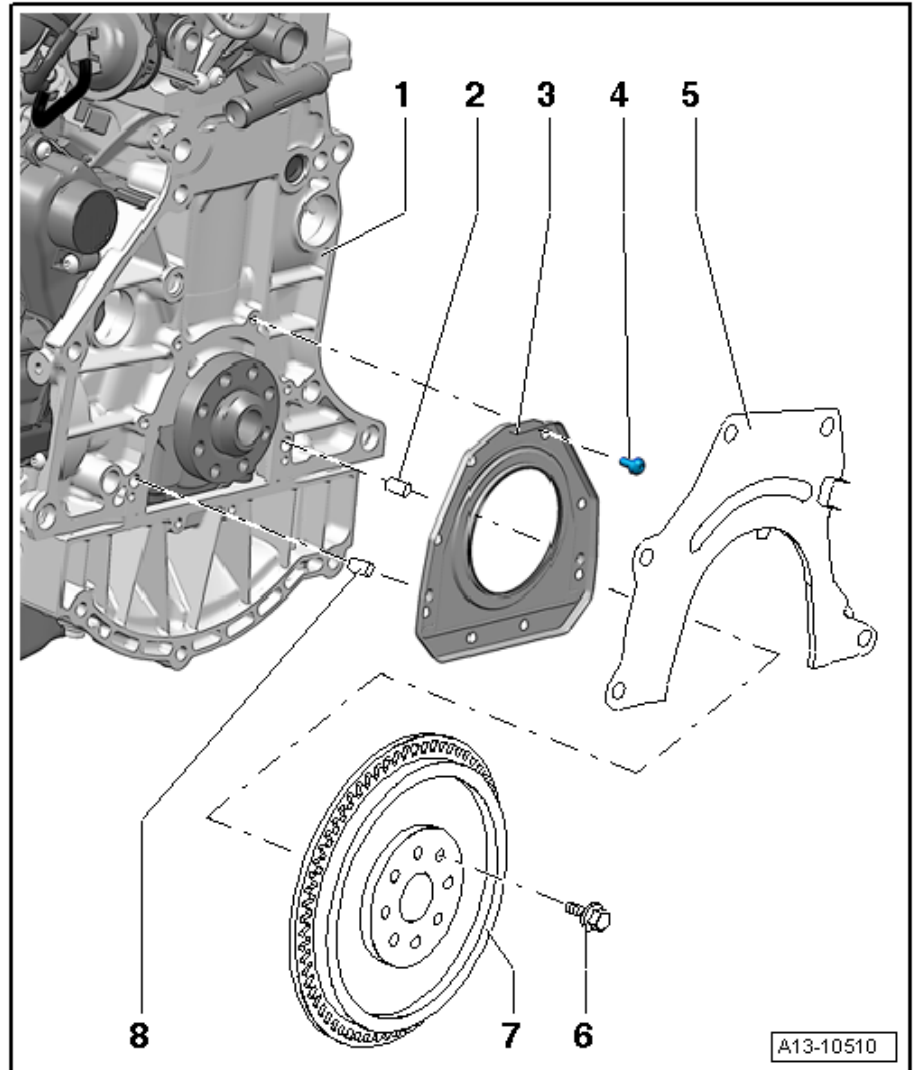

Abb. 1: Zwischenplatte einbauen
- ☐ wird am Dichtflansch -Getriebeseite- eingehängt ⇒ Abb. 1 in **13-2** Seite 2